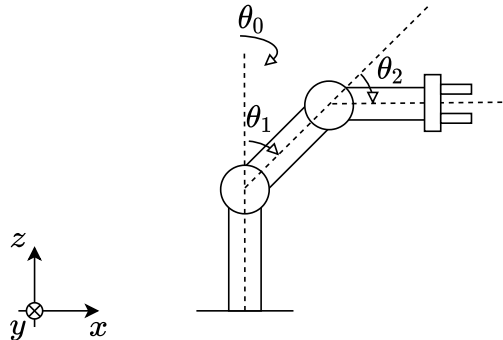

Abbildung 3: Beispielroboter
1. Gegeben sei der in Abbildung 3 dargestellte Roboter.
- (a) Was versteht man unter einer *Konfiguration* eines Roboters? Geben Sie zusätzlich die allgemeine Konfiguration des Roboters in Abbildung 3 an. 1 P.
- (c) Der Roboter in Abbildung 3 wird auf eine holonome mobile Plattform montiert. Dadurch kann sich der Roboter nun in der xy -Ebene bewegen. Um welche und wie viele Freiheitsgrade vergrößert sich der Konfigurationsraum? 1 P.